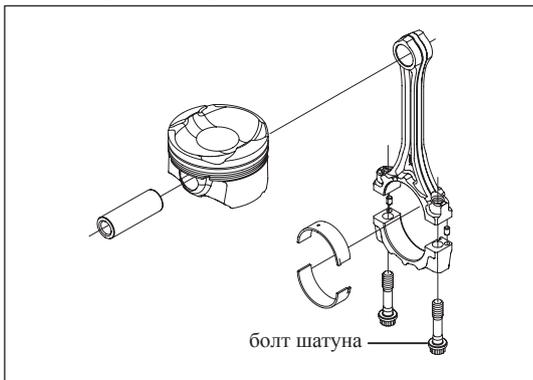

Рис. 13-3-20. Установка и затягивание за два прохода болтов шатунов
- ж) При установке болтов крышек шатунов ($M8 \times 37,5$) необходимо нанести на резьбу и на стыковые поверхности небольшое количество масла, после чего затянуть их, как указано на Рис. 13-3-20.